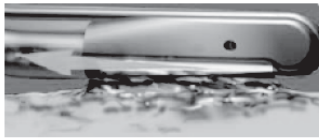
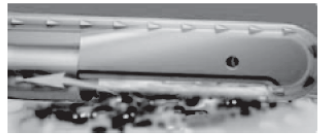

図1 開口部全面を創面にあてた図
図2 開口部側面を創面にあてた図
2. ハンドピース開口部を創面に軽く押し当て、創面をなぞるように、水流と垂直になるよう左右に動かす。ハンドピース開口部全面が創面にあたるように、ハンドピースを創面に対して垂直に立てて操作すると、切除と吸引ができる (図1)。ハンドピース開口部の側面のみが創面にあたるように、ハンドピースを寝かせて操作すると、切除効果が弱まり組織の吸引洗浄ができる (図2)。